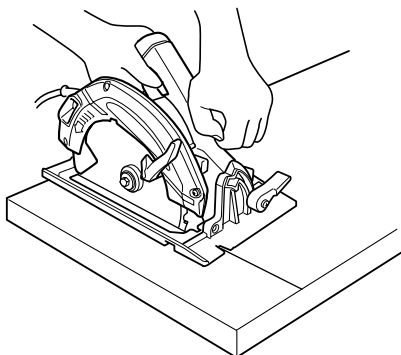
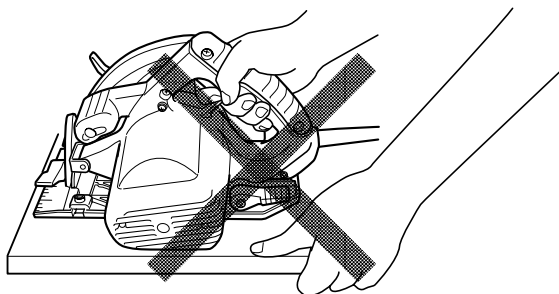

Fig. 5
Fig. 6
- 23. Placer la section large de l'embase de la scie sur la section de la pièce qui est fermement soutenue, et non sur la section qui va tomber après la coupe. A titre d'exemples, la Fig. 5 montre la façon CORRECTE de couper l'extrémité de la planche, et la Fig. 6 montre la façon INCORRECTE. Si la pièce est trop courte ou trop petite, la fixer. NE PAS ESSAYER DE TENIR LES SECTIONS COURTES À LA MAIN!**